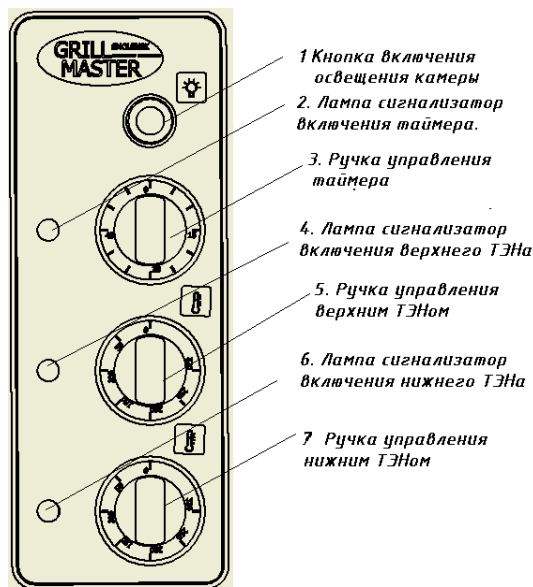
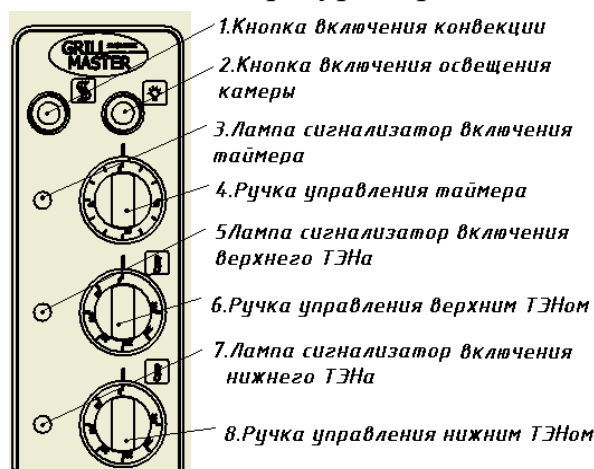

Рисунок 3
Рисунок 4
5.6. На духовке с правой стороны расположена панель управления (рис.3), где расположены ручки управления верхним и нижним ТЭНом, ручка управления таймером, сигнальные лампы, кнопка включения освещения камеры.
5.7. Для плит с конвекцией (рис.4) Ф4ПДкэ, Ф6ПДКЭ конструкция нижнего модуля выполнена аналогично плитам с духовкой, только на панели установлена кнопка включения вентилятора.
- 8.6.Перед приготовлением пищи духовку необходимо прогреть. Для этого ручку терморегулятора установить на температуру 150-180°C. Включение верхних и нижних нагревателей духовой камеры производится двумя соответствующими ручками (см. рис.3,4) расположенными на панели управления духовкой. По достижении установленной температуры терморегулятор отключает нагреватели, о чем свидетельствует первое отключение сигнальной лампы. При приготовлении пищи необходимо уточнить рекомендуемую температуру и при последующем приготовлении терморегулятор можно установить на более высокую или низкую температуру, если качество первой было неудовлетворительным.
- 8.7.При выпечке для удобства можно использовать таймер. Для включения таймера нужно повернуть ручку управления таймера поз.3 рис3 или поз. 4 рис.4 по
часовой стрелке до нужного времени выпечки, при этом загорится лампа сигнализатор включения таймера поз.2 рис.3 или поз.3 рис.4, по истечении установленного времени раздастся звонок. Лампа сигнализатор погаснет, ТЭНы при этом останутся включенными.
- 8.8. Включение циркуляции воздуха внутри духовки необходимо для равномерного распределения температуры по всему объему духовки при выпечке малоштучных изделий. Для этого необходимо нажать на кнопку включения конвекции (см. рис.4), в остальном духовка с конвекцией работает аналогично обычной духовке.